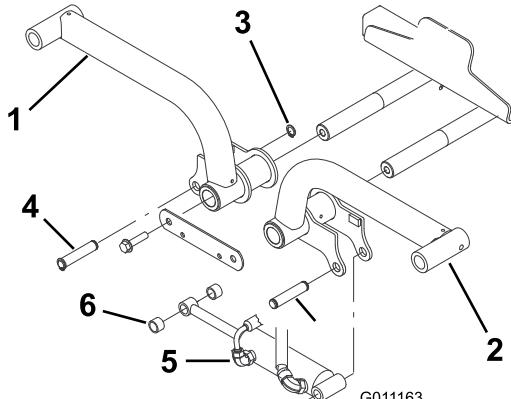

Bild 12
- Stecken Sie die Hubarme in die Gelenkschäfte des Hubarms (Bild 12) und befestigen Sie mit dem Gelenkschaftanschluss und den Schrauben, die Sie vorher entfernt haben.